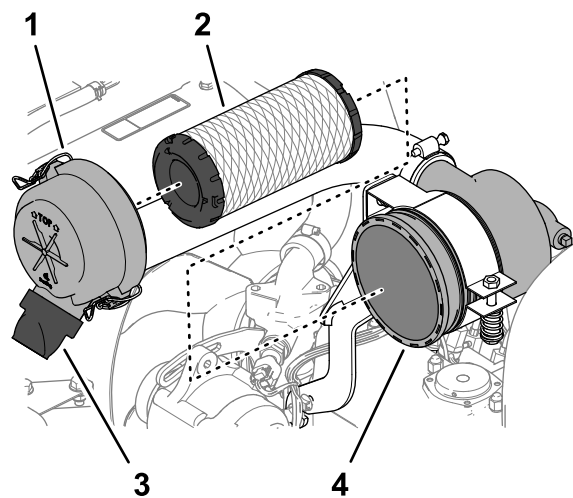

Figura 76
3. Rilasciate i dispositivi di fermo che fissano il coperchio del filtro dell'aria al corpo del filtro (Figura 76).
6. Rimuovete la cartuccia del filtro (Figura 76).
7. Rimuovete la valvola di uscita in gomma (Figura 76) dalla porta di espulsione della morchia del coperchio del filtro dell'aria.